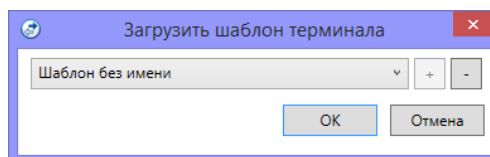

Рисунок 4.49 — Загрузка шаблона
- *Загрузить шаблон настроек*: открытие окна *Загрузить шаблон терминала* (см. рисунок 4.49), с помощью которого может быть сконфигурирован терминал по предварительно созданному шаблону. Для того чтобы применить шаблон, выберите его в списке и нажмите кнопку *OK*.